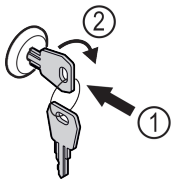

Fig. 82 Примерно изображение
- ▶ Пъхнете ключа Fig. 82 (1).
- ▶ Завъртете го на 90° по посока на часовниковата стрелка Fig. 82 (2).